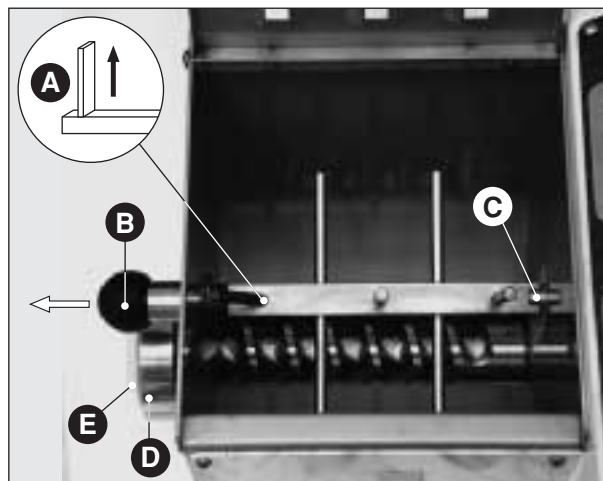

Fig. 13
- **Mescolatore:** assicurarsi che la pala esterna sia nella posizione verticale superiore (**Fig. 13 A**) (solo questa posizione consente lo smontaggio del pezzo).
Smontare il mescolatore, tirare il pomello (**Fig. 13 B**) fino a disimpegnare il mescolatore; sfilare l'albero quadro dalla sua sede (**Fig. 13 C**) e contemporaneamente ruotare l'estremità esterna verso l'alto. Per il montaggio del particolare operare in senso inverso con l'avvertenza di allineare la sede centrale dell'albero con il piolo del supporto mobile; quindi rilasciare il pomello.
- **Ghiera** (**Fig. 13 D**) e **trafila** (**Fig. 13 E**): svitare la ghiera a mano, facendo attenzione a non far cadere i pezzi, allorché la ghiera esce dalla sua sede per non procurare danni a sé o ai pezzi stessi.
- **Coclea** (**Fig. 13 F**): smontata la ghiera con trafile, la coclea si può facilmente estrarre dalla macchina spingendola dalla spirale dall'estremità interna.